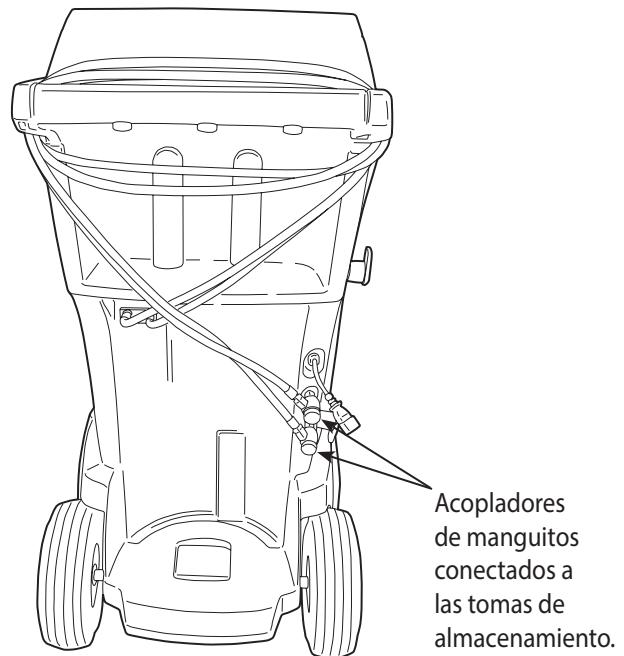

Figura 16
2. Enrolle los manguitos de servicio alrededor del asa dos veces y conéctelos a las tomas de almacenamiento. Consulte la figura 16.